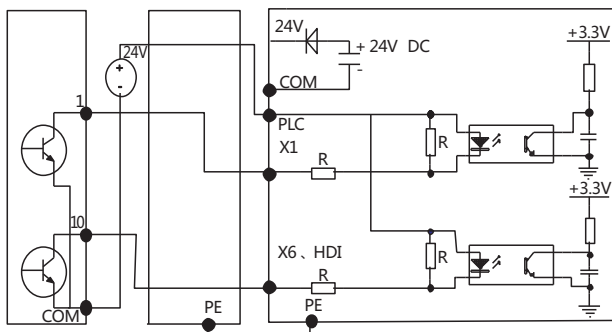

图4.16 使用外部电源的源极连接方式
(2) 源极(漏极)方式
a. 使用变频器内部+24V电源, 外部控制器为NPN型的共发射极输出的连接方式, 如图4.16所示。